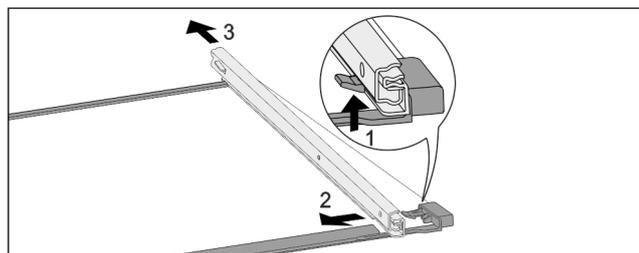

Fig. 81 Glasplatte mit Schienen
- ▶ Vorderen Rasthaken nach oben drücken. Fig. 81 (1)
- ▶ Auszugsschiene zur Seite Fig. 81 (2) und nach hinten Fig. 81 (3) wegschieben.